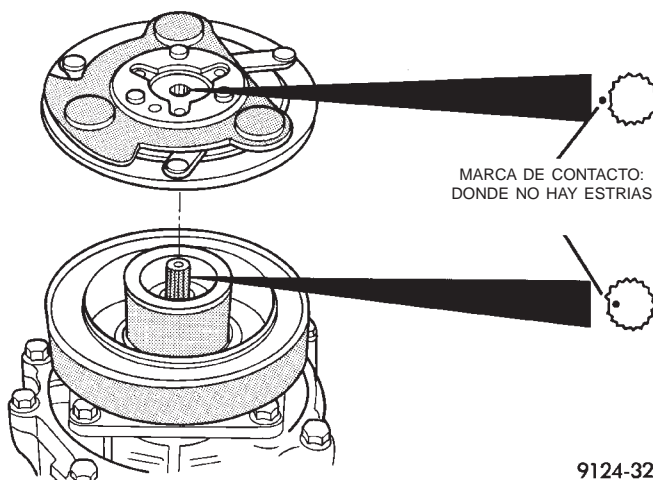

Fig. 22 Estrías de alineación del disco de embrague
(5) Instale el anillo de muelle de retención del conjunto de la polea (el lado del chaflán hacia afuera) con alicates para estos anillos. Asegúrese de que el anillo de muelle esté asentado correctamente en la acanaladura.
(6) Coloque una pila de espaciadores de prueba, de 2,54 mm (0,10 pulg.) de espesor, en el eje del compresor.
(7) Instale el disco de embrague en el eje del compresor. Observe las estrías maquinadas de contacto (Fig. 22).